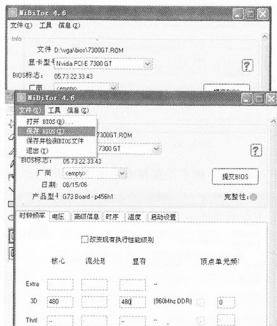

图 3-54 保存 BIOS 的菜单
(3) 执行菜单“文件”→“保存 BIOS”命令，如图 3-54 所示，将更改过频率的 BIOS 保存为 ROM 格式文件。
(4) 将保存好的 ROM 格式文件在 DOS 下刷入显卡即可。刷新完毕后, 如果显卡故障依旧, 基本可以判定为 GPU 坏了。